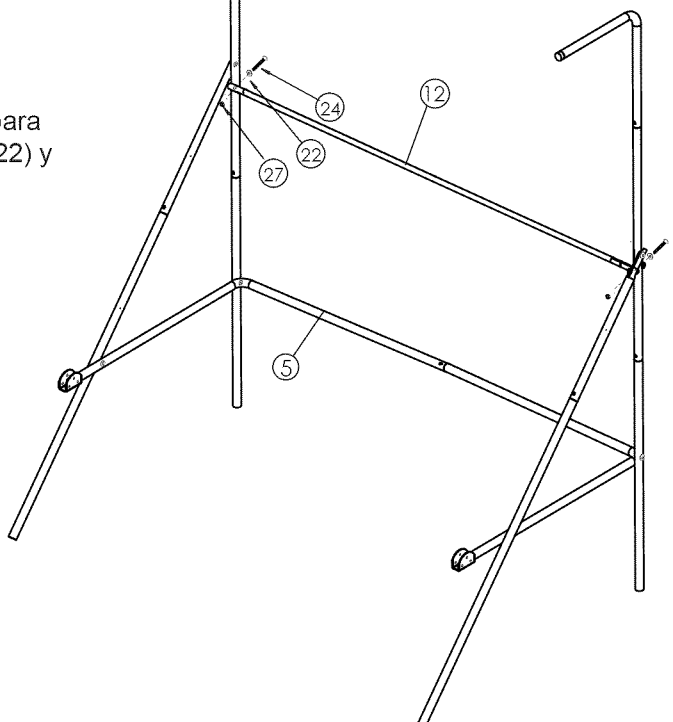

FIG. 6 & 7
9. Fije el Tubo Rampa Central (#9) al Tubo de Abrazadera de Marco Horizontal (#5) usando Pernos (#32), Arandelas (#22) y Tuercas (#27) como indicado en FIG 6.